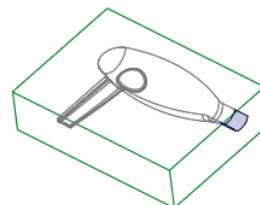

图 8.15 完成后的延伸曲面
- ③ 在操控板中单击 按钮。完成后的延伸曲面如图 8.15 所示。